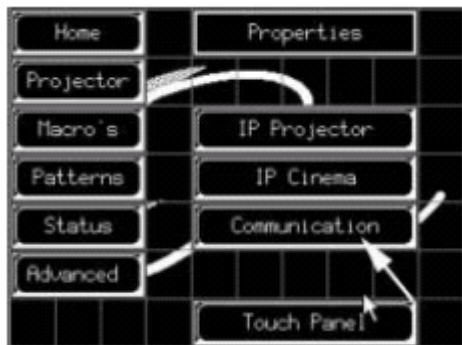

图 11-14 选中通讯属性选项
1. 按“Communication”（通讯）按钮。（图 11-14）